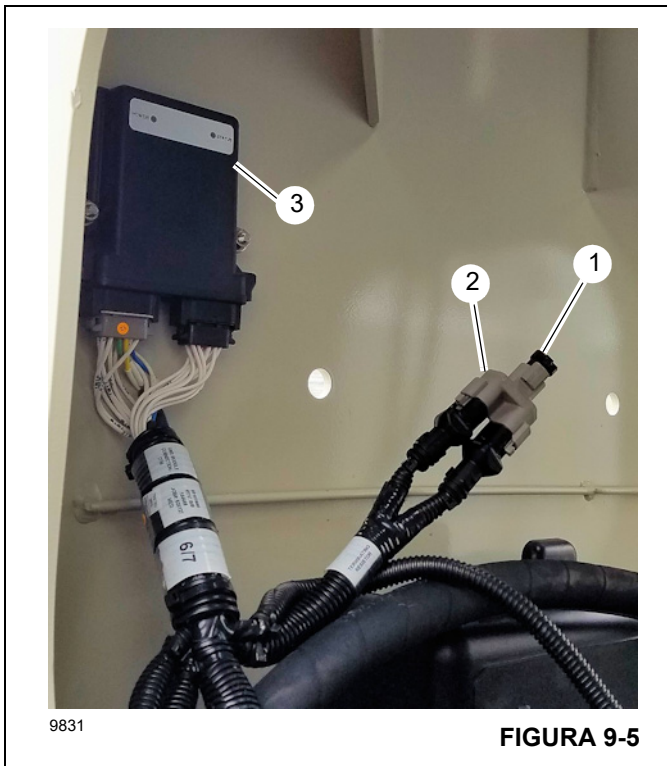

FIGURA 9-5
1. Localize o resistor de terminação (1, Figura 9-5) e o divisor Deutsch (2) próximo ao módulo de aceleração do OMS (3) no lado do motorista da estrutura do guindaste.